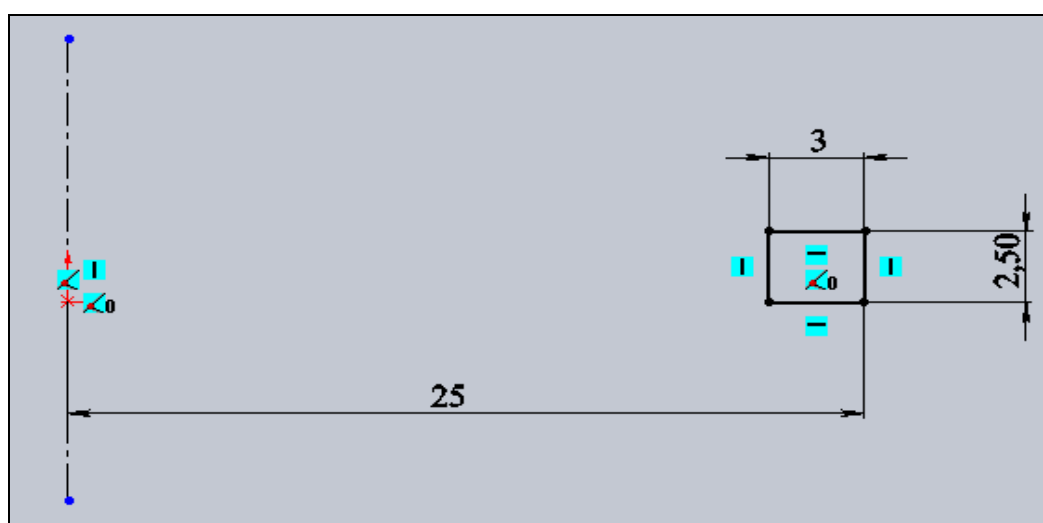

Рис. 2.16. Эскиз поршневого кольца
2. Постройте на выбранной плоскости эскиз по своим размерам или по размерам, показанным на рис. 2.16. Старайтесь, чтобы эскиз был полностью определен, то есть все линии эскиза имели черный цвет.
3. Через начало координат (исходную точку) проведите вертикально осевую линию (на рис. 2.16 она показана штрихпунктирной линией). Кольцо будем строить поворотом эскиза вокруг оси.
3. Через начало координат (исходную точку) проведите горизонтально осевую линию (на рис. 2.16 она показана штрихпунктирной линией). Палец будем строить поворотом эскиза вокруг оси.